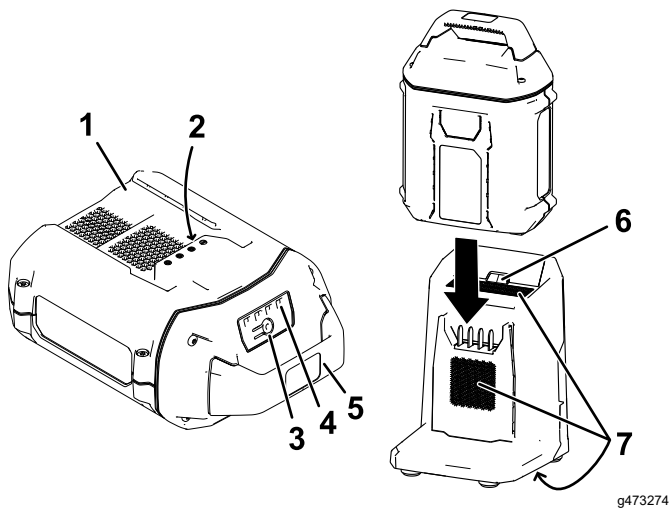

Figure 15
3. Glissez la batterie dans le chargeur jusqu'à ce qu'elle soit complètement enclenchée (Figure 15).
2. Placez le creux de la batterie (Figure 15) devant la languette du chargeur.